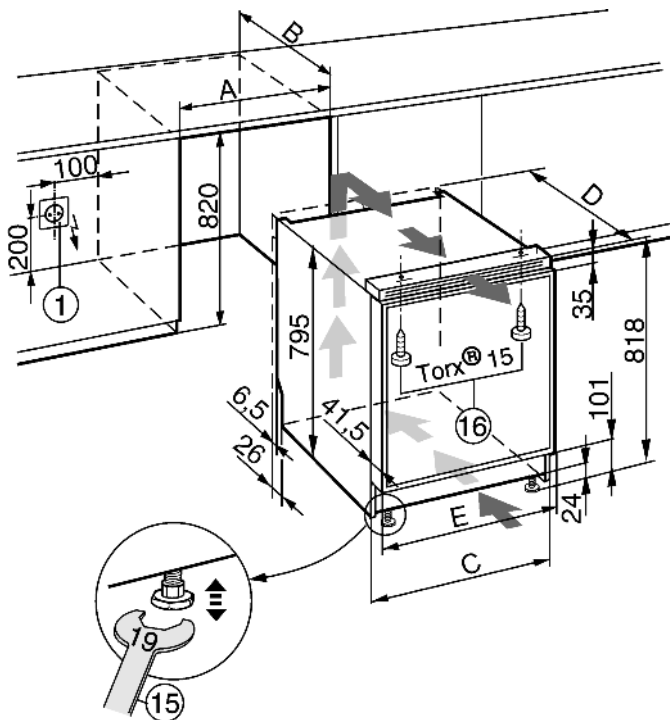

Fig. 12
- ☐ La prise de courant Fig. 12 (1) doit être placée à côté de l'appareil et être facilement accessible.
- Aligner l'appareil en réglant les pieds réglables avec la clé à fourche Fig. 12 (15) fournie.
- Fixer l'appareil au-dessus du plan de travail ou de l'élément de cuisine en utilisant les vis *Fig. 12 (16)* fournies.